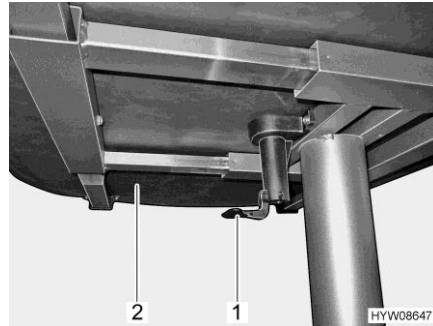

Fig. 81 Leva per spostare il piano del tavolo
- Tirare o spingere la leva (Fig. 81,1) verso il basso.
- Spingere il piano del tavolo (Fig. 81,2) nella posizione desiderata.